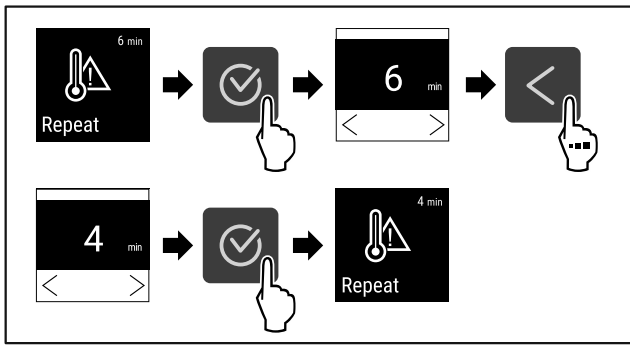

Fig. 129
- ▶ Følg anvisningene (se Fig. 129).